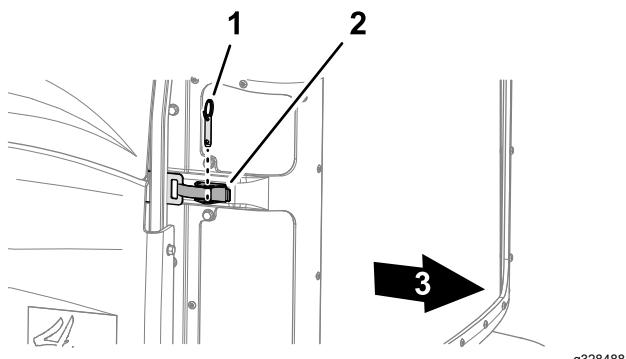

Figure 65
2. Retirez la goupille sphérique du verrou de la grille (Figure 65).